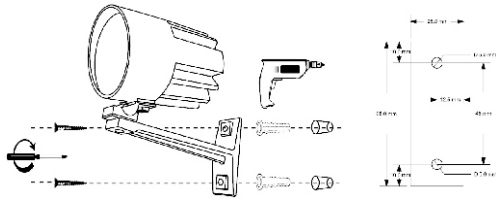

Рисунок 2 – Монтаж прожектора
5.2.2.1 Сначала следует выбрать место, из которого будет производиться подсветка объекта наблюдения. Затем производится примерка и разметка отверстий для крепления кронштейна прожектора (см. рисунок 2).